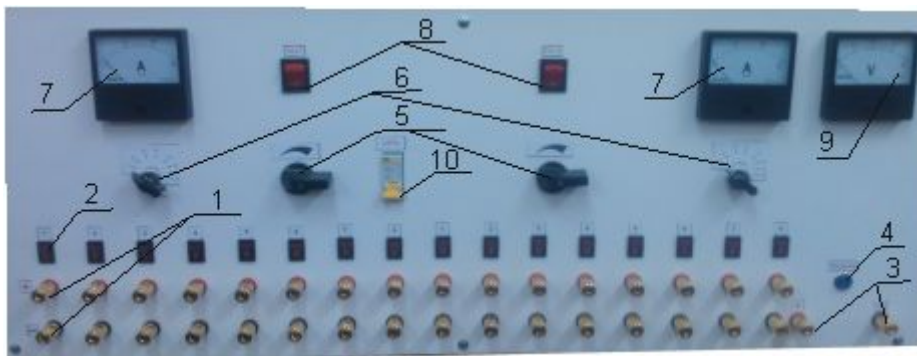

Рис.1 Внешний вид
4.2 На передней панели расположены (см. рис. 1): клеммы 1 для подключения заряжаемых батарей , выключатели каналов 2 , клемма 3 для подключения батареи при проверке ее технического состояния, регулятор выходного напряжения 5 , переключатель амперметра 6 , амперметр, кнопка включения сети секций 8 , вольтметр 9 , кнопка включения нагрузочного резистора 4 , выключатель сети 10 , вольтметр 9, используемый при проверке технического состояния батарей.